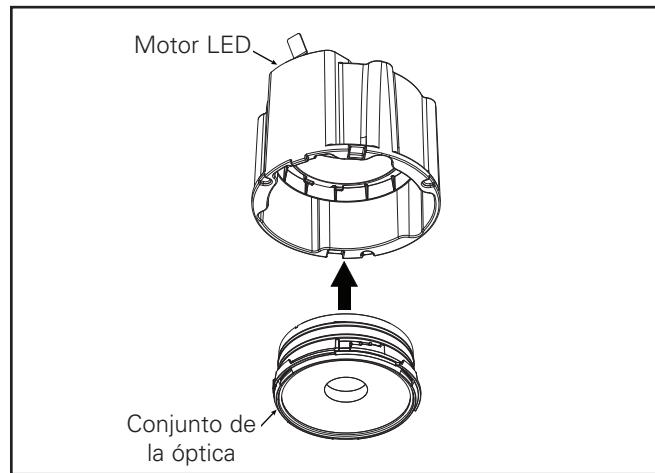
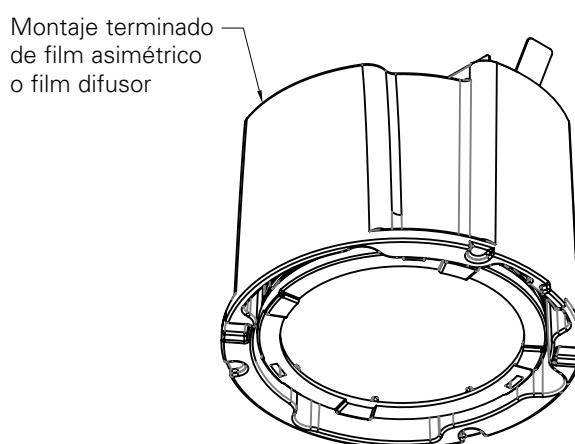
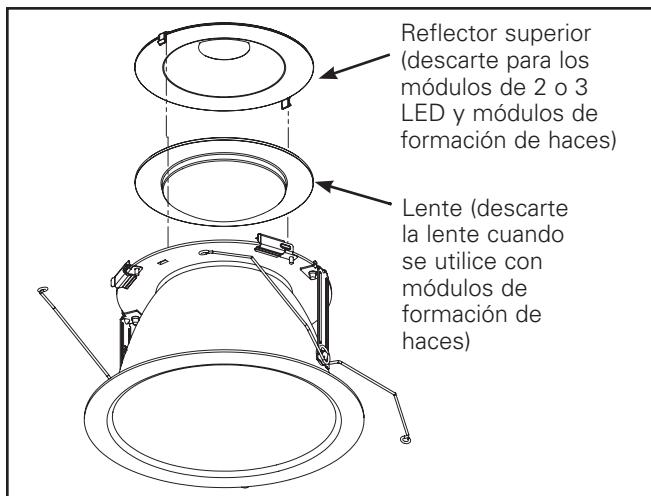

Figura 16.
Figura 25.
Figura 26.
5. Si los módulos LED tienen 2 o 3 LED, desenganche con cuidado los pestillos de plástico blancos (Figura 25 y Figura 26) para retirar el reflector superior y luego deséchelo. Consérve el reflector superior en la moldura para módulos de 1 LED
6. Si los módulos LED tienen óptica de formación de haces (Figura 16), desenganche con cuidado los pestillos de plástico blancos (Figura 25 y Figura 26) para retirar el reflector superior y la lente, luego deséchelos.
4. Sujete la unidad de la óptica al motor de la luz LED haciendo girar a tope en el sentido de las agujas del reloj (Figura 16). Asegúrese de que la óptica está bien sujetada en su sitio.